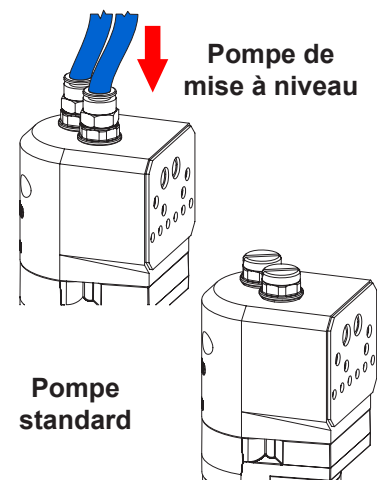

Figure 17 Remontage du tuyau à air de purge
4. Voir la Figure 17. Installer le tube de fluidisation dans le corps de la pompe. Serrer les bouchons d'accès, puis rebrancher le tuyau à air de purge.